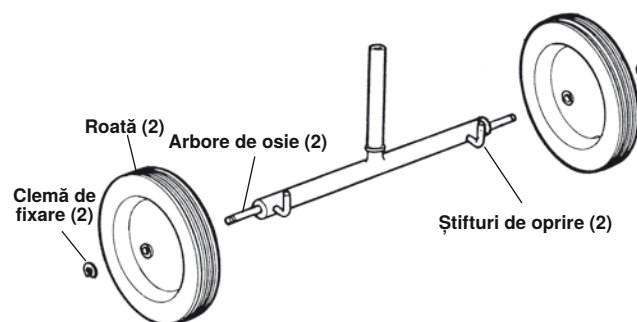

Figura 27 - Ansamblul transportorului nr. 32
1. Dacă este necesar, asamblați transportorul nr. 32 (vedeți figura 27).